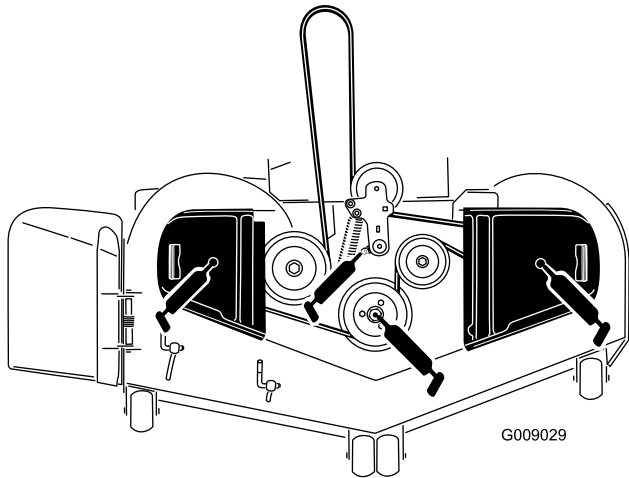

Figure 40
3. Graissez le pivot de la poulie de tension du tablier de coupe jusqu'à ce que la graisse ressorte par le bas (Figure 40).
4. Lubrifiez les roulements des trois axes jusqu'à ce que la graisse ressorte (Figure 40).
5. Graissez le bras de la poulie de tension de la courroie d'entraînement (Figure 40).